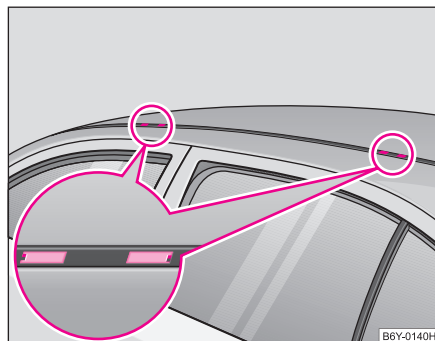

Fig. 66 Puncte de fixare ale suportului principal
- Îndepărtați capacele de material plastic ⇒ fig. 66 cu atenție cu o șurubelniță subțire, pentru a nu deteriora vopseaua autovehiculului.